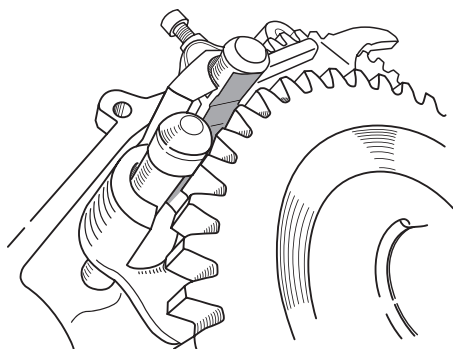

Рис. 8
3. Доработайте вилки включения переднего моста и прямой-пониженной передач. Зазор между промвалом и штоками должен быть в районе 2-3 мм (**Рис. 8**).